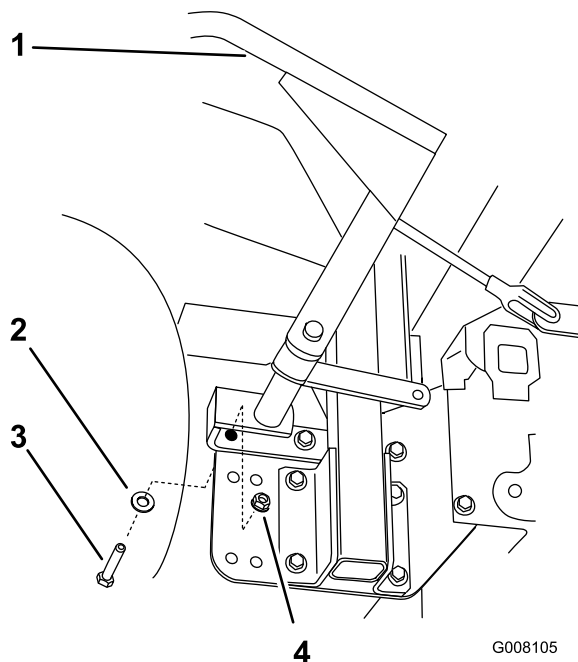

Figura 7
2. Instale el conjunto de la palanca en el soporte de montaje del ensacador y la máquina con 3 pernos ($\frac{3}{8}$ " x $1\frac{1}{4}$ ") y 3 contratuercas ($\frac{3}{8}$ ") (Figura 7 y Figura 8).